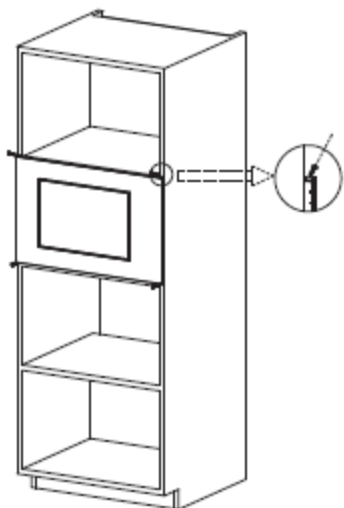

Fig.2
b) Poussez le four à micro-ondes complètement jusqu'au bout. (Fig.2)